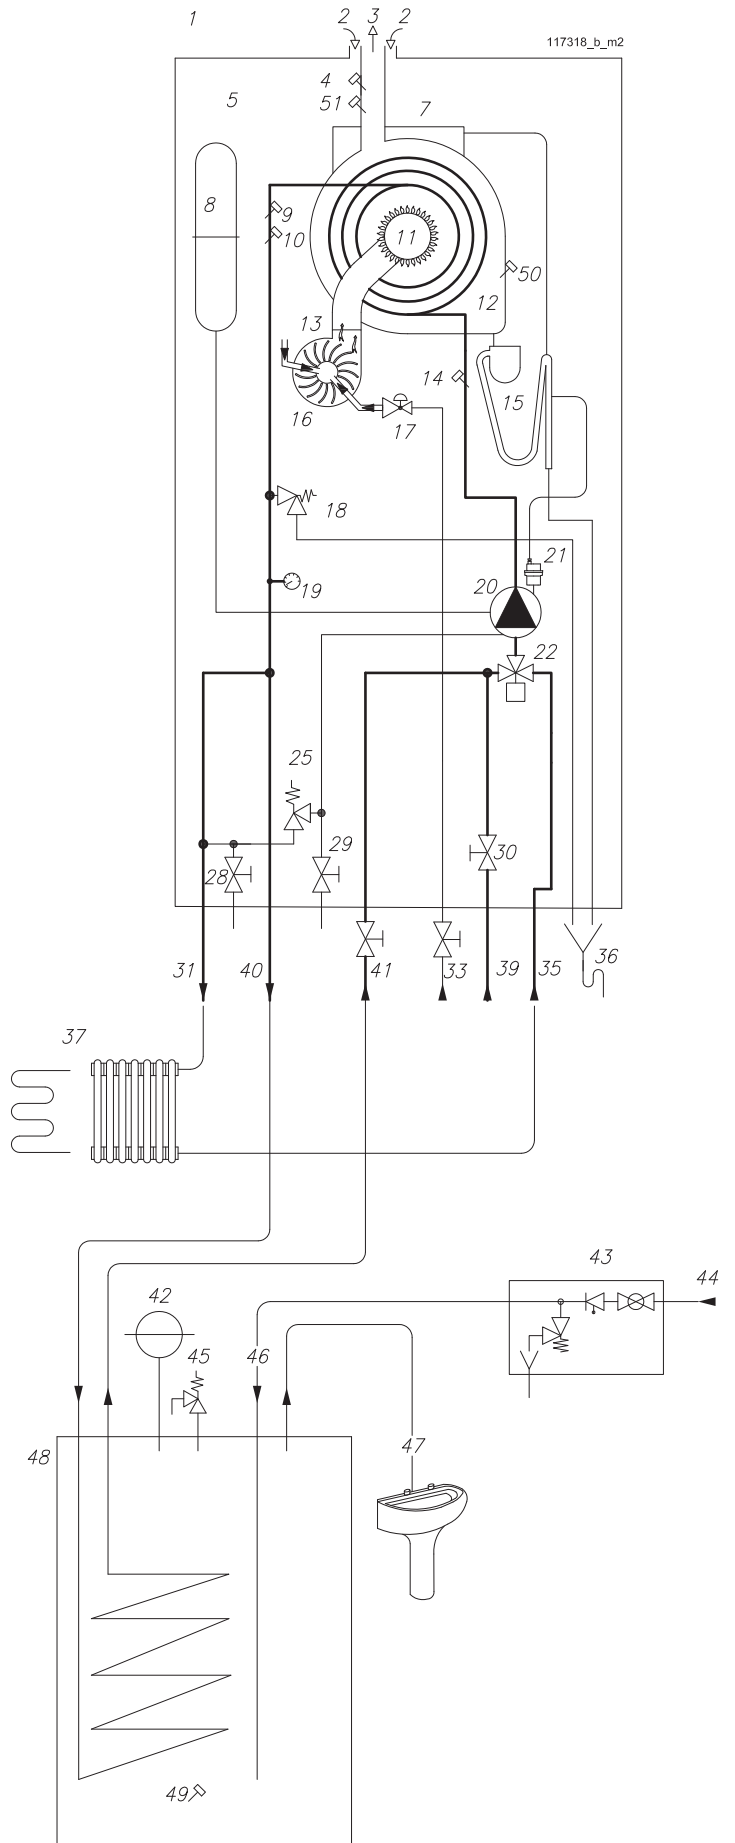

Figura 4-2 - Schema idraulico versione "B"
**“B”** - Con questo apparecchio si può realizzare un impianto per la produzione di acqua calda sanitaria tramite un bollitore ad accumulo di tipo a serpentino ed un impianto di riscaldamento con gli elementi riscaldanti funzionanti a temperatura compresa fra 30°C e 80°C. Un esempio di questa tipologia di impianto è esemplificato in Figura 4-2.